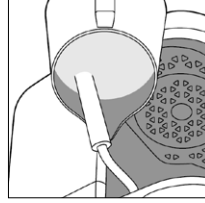

Figura 21
- Asegúrese de que el tubo espumador se sumerja en la leche o en el sustituto de leche (Figura 21) antes de girar la perilla de control a la posición de vapor.